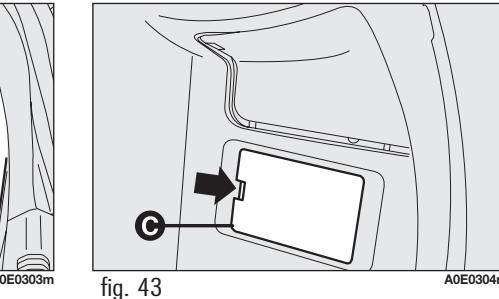

fig. 43
- abra la tapa **C-fig. 43** de acceso a la centralita fusibles interviniendo en el punto indicado por la flecha.